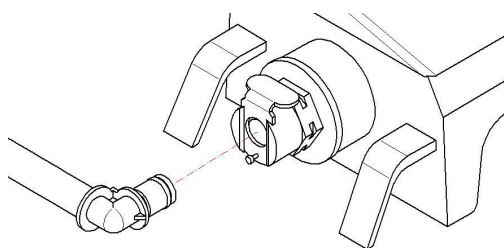

Fig. 1
5. **Pensez à connecter l'eau en introduisant le petit tube** dans l'orifice du réservoir jusqu'à entendre un petit "clic" (Fig. 1).
- Pour procéder à la purge, il est préférable de ne pas monter encore le silo à plâtre. Montez simplement le réservoir à eau avec de l'eau à l'intérieur tout en vérifiant qu'il est bien connecté "après avoir entendu le "clic" (Fig. 1).